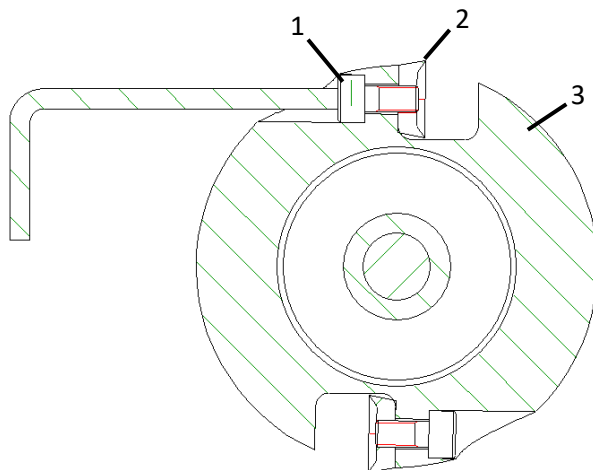

Fig. 3. Cambio de las cuchillas
- Aflojar los tornillos de la cuchilla (1- Fig.3) en el cabezal de corte (3- Fig.3) con una llave Allen de 3 mm.
- Cambiar las cuchillas circulares (2- Fig.3) o girar las cuchillas circulares 180°.